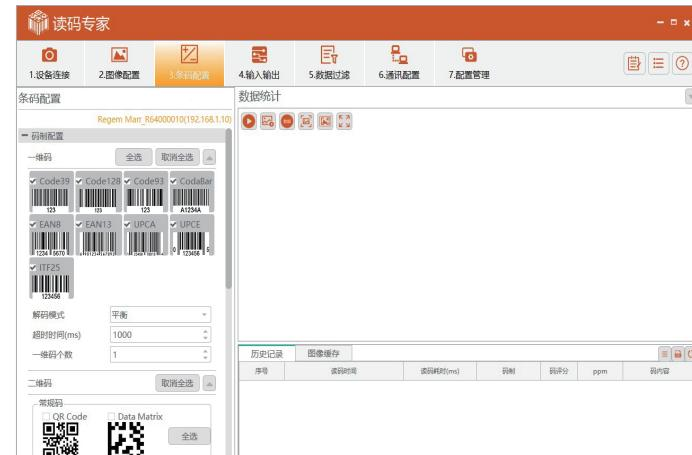

图 4-4
1. 在顶部菜单栏的条码配置中更改检测的码制个数, 如图 4-4 所示。